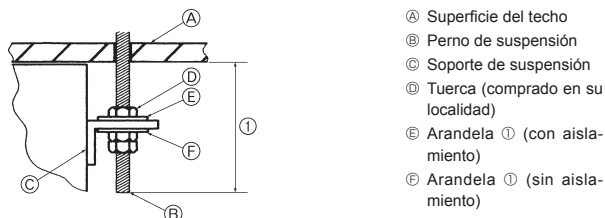

Fig. 3-5
- Ⓔ Arandela ① (con aislamiento)
- Ⓕ Arandela ① (sin aislamiento)
4) Preparación de la unidad interior (Fig. 3-5)